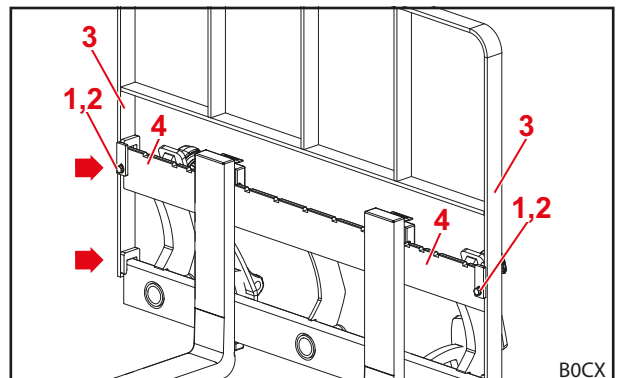

Fig. 44 Låsgaller monterat på pallgafflarna
- (4) Skjut på låsgallret på redskapets ram uppifrån.
**i** Se upp så att låsgallret sitter fast upptill och nertill på ramen (se pilar i Fig. 44).
- (5) Montera låsgallret till höger och vänster med vardera 1 sexkantsskruv M10x40 och 1 spärrkantring ram.